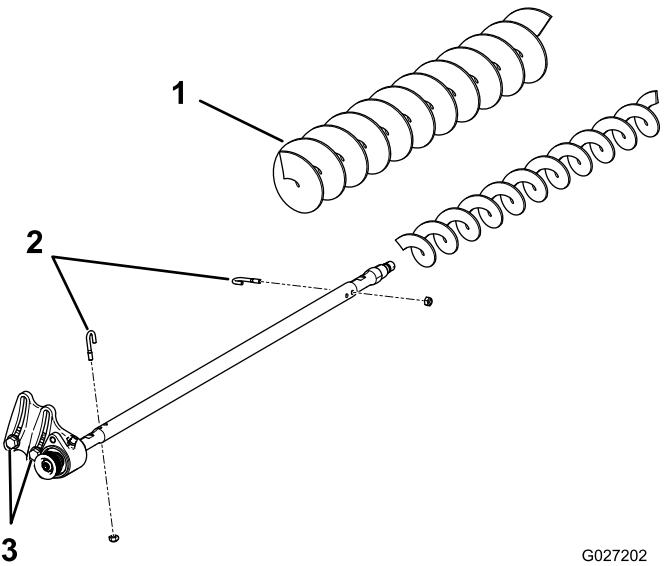

Figura 21
3. Retire los 2 pernos en J y las tuercas (Figura 21).
4. Retire el cepillo existente del eje del cepillo (Figura 21).
5. Afloje los 2 pernos, arandelas y tuercas que sujetan el alojamiento del cojinete del motor al soporte de montaje del alojamiento del cojinete (Figura 21).
6. Deslice el cepillo de altura de corte alta sobre el eje del cepillo (Figura 21).
7. Sujete el cepillo en el eje con los 2 pernos en J y tuercas que se retiraron anteriormente (Figura 21).